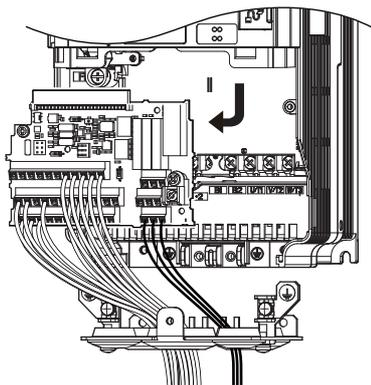

Abbildung 7.39 Ausbau der Steuerkreisklemmen-Baugruppe
- Die Steuerkreisklemmen-Baugruppe in Pfeilrichtung wie in **Abbildung 7.39** schieben, um sie mit der unteren Abdeckung aus dem Frequenzumrichter herauszunehmen.